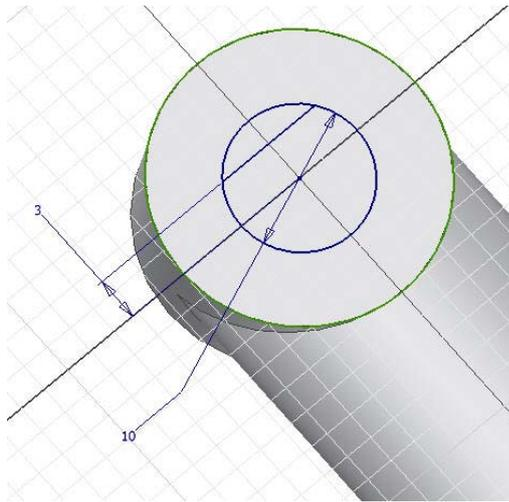

Рисунок 7
- Нажмите кнопку  **Эскиз** для построения нового эскиза и выберите торец рукоятки (рис. 7).